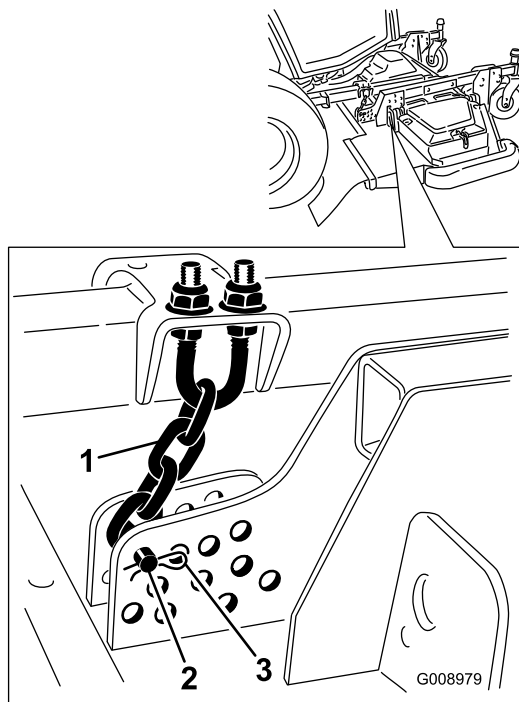

Bild 92
3. Entfernen Sie den Splint und den Lastösenbolzen, mit denen die Schnitthöhenkette an der Rückseite des Mähwerks befestigt ist (Bild 92).